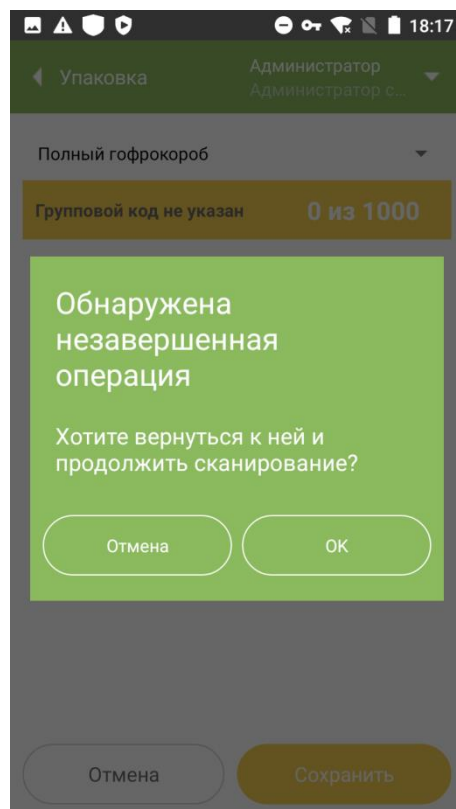

Рисунок 1.14
3. «Сохранить историю» - выход из операции с сохранением истории ее выполнения, при повторном выполнении операции появится системное сообщение об имеющейся незавершенной операции с возможностью возврата к ее выполнению (Рисунок 1.14).